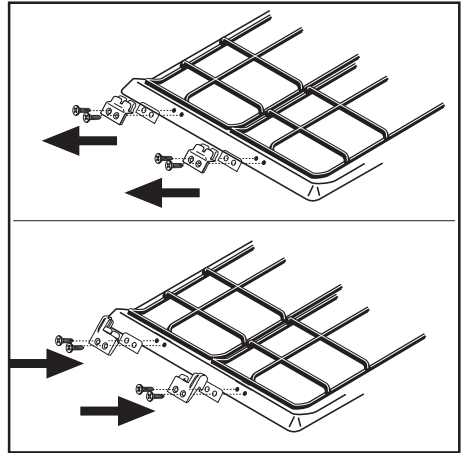

Рис. 5
- 1) Снимите фиксаторы правой и левой решеток, установленные на задней части прибора, для чего отвинтите соответствующие винты (рис. 5).